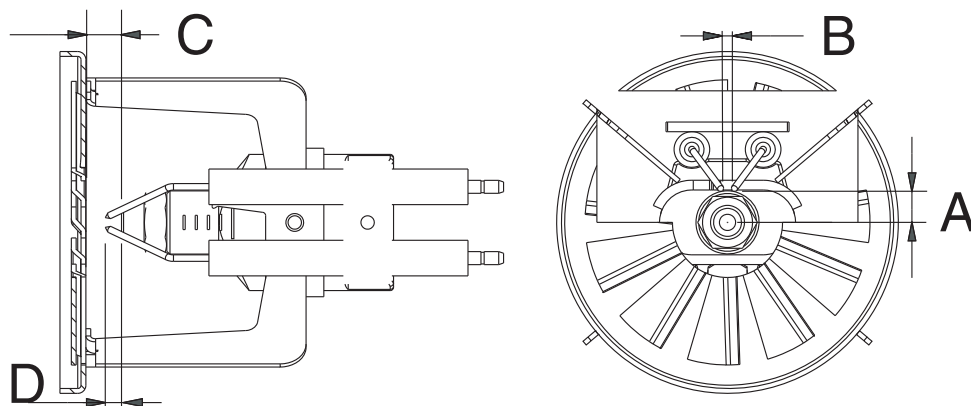
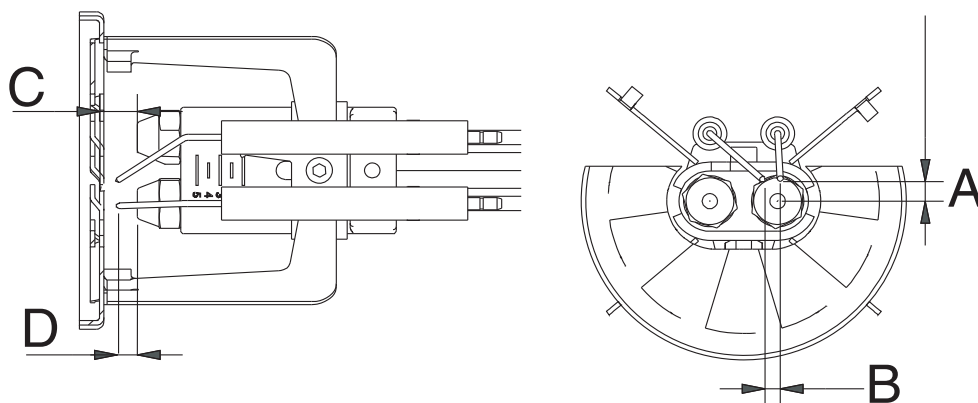

Fig. 34
Fig. 35
- Desmontaje, examen y limpieza cabeza de combustión (pag. 20), durante el montaje respetar escrupulosamente las tolerancias explicadas en Fig. 34 - Fig. 35.
A fin de garantizar un buen encendido es necesario respetar las medidas (en mm) reportadas en las Fig. 35 - Fig. 34.